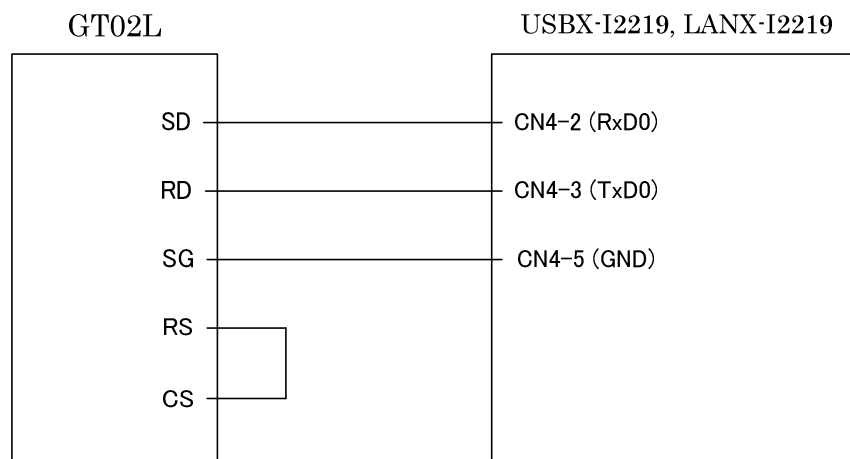

図 1 弊社製品と表示器の接続
弊社製品と表示器は以下の図 1 を参考にして接続してください。なお、GT02L の RS 端子と CS 端子が有効になっている場合には図のように短絡する必要があります(GT02、GT05、GT12、GT32、GT32-E も同様)。
4. 弊社製品と表示器を図 1 に従って接続し、弊社製品と表示器の電源を入れると、サンプルプログラムが動作を開始します。